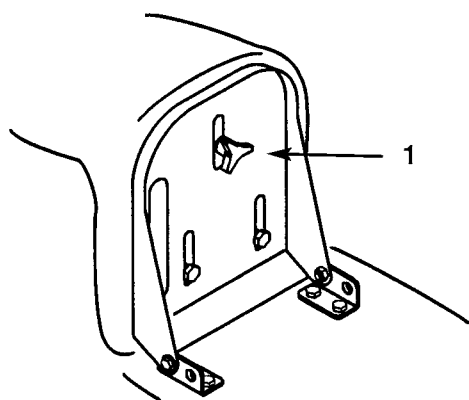

Bild 3
1. Den Sitz anheben und das Verstellrad lockern (Bild 3).